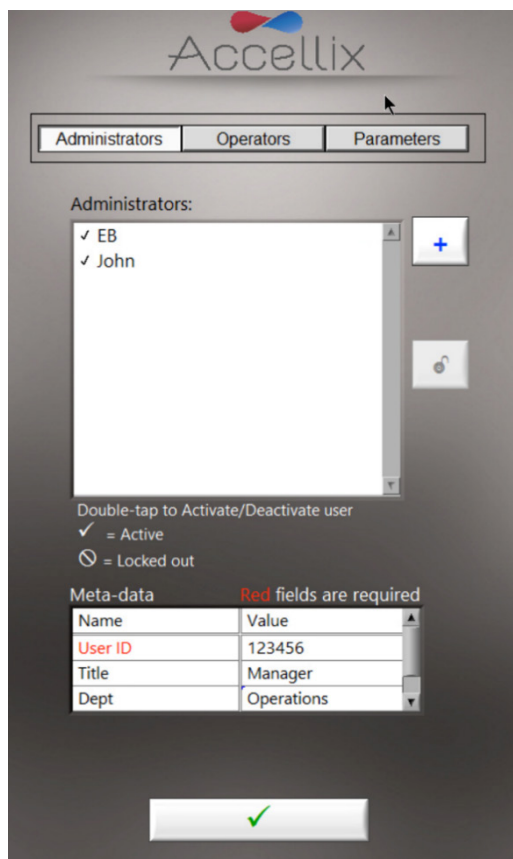

Figure 10 : écran Personnel montrant des exemples d'administrateurs avec des exemples de métadonnées
1. Appuyez sur l'icône **Personnel** (Personnel) . L'écran **Personnel** (Personnel) (Figure 10) apparaît :